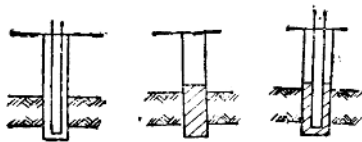

图 4
11)在通过破碎岩石层(厚度不大的夹层)时，易产生夹钎现象，此时将钎子拔出，填入黄泥并捣实，然后用鑽机再鑽入，这样破碎岩石被黄泥糊住，不易震落入孔(图4)。